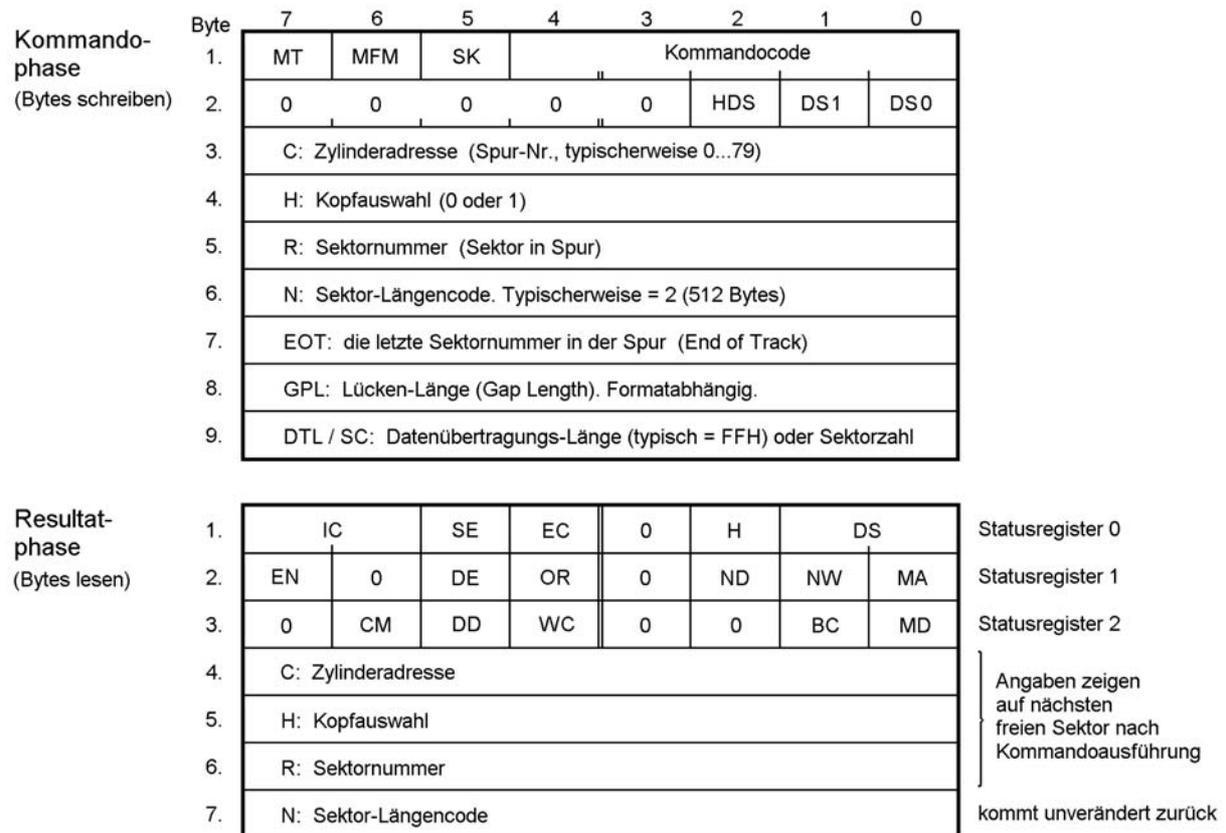

Abb. 6.1 Kommandos mit Datenübertragung: Angaben der Kommando- und der Resultatphase
Diese Kommandos brauchen 9 Bytes in der Kommandophase und erfordern, daß in der Resultatphase 7 Bytes abgeholt werden (Abb. 6.1). Einem solchen Kommando sollten normalerweise folgende Kommandos vorangehen: (1) ein Positionierkommando (z. B. SEEK), (2) ein Kommando SENSE INTERRUPT STATUS und (3) ein Kommando READ ID.
Erklärungen zu einzelnen Angaben in Abb. 6.1: